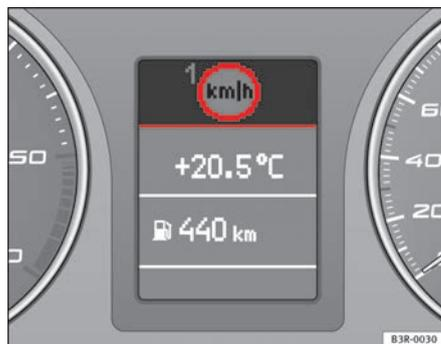

Fig. 55 Visor: Aviso da velocidade
O dispositivo de aviso da velocidade informa o condutor quando este ultrapassa uma velocidade máxima previamente programada. Assim que a velocidade do veículo ultrapasse em 10 km/h a velocidade programada, emite-se um sinal sonoro de aviso. Ao mesmo tempo aparece um símbolo de advertência no visor digital ⇒ fig. 55.
O símbolo do dispositivo de aviso da velocidade no visor  do limite de aviso 1 ⇒ fig. 55 visualiza-se caso se ultrapasse a velocidade máxima programada. O aviso desliga-se quando a velocidade do veículo seja inferior à velocidade máxima programada.
- Pressione a tecla CHECK até que apareça o símbolo ⇒ página 84, fig. 55.